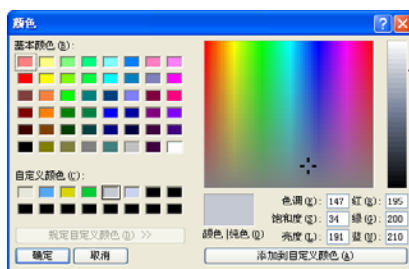

图 1-28 “颜色”对话框
③ 在右侧“系统颜色”一栏中选择“视区背景”，然后单击“编辑”按钮，此时系统弹出如图 1-28 所示的“颜色”对话框，在其中选择设置的颜色，然后单击“确定”按钮。